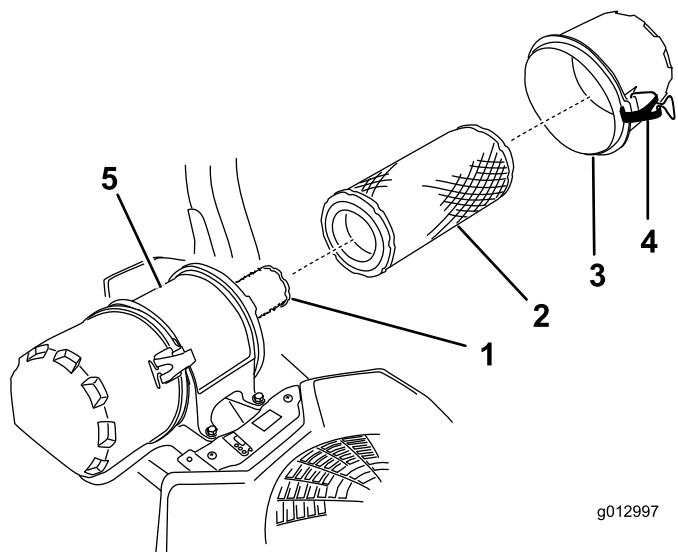

Figura 63
6. Abra los cierres del limpiador de aire y tire de la tapa de la entrada de aire para separarla del cuerpo del limpiador de aire (Figura 63).
8. Extraiga con cuidado el filtro primario de la carcasa del limpiador de aire (Figura 63).
2. Si va a cambiar el filtro de seguridad, deslícelo cuidadosamente en el cuerpo del filtro (Figura 63).
3. Deslice cuidadosamente el filtro primario por encima del filtro de seguridad (Figura 63).
4. Instale la tapa del limpiador de aire y fije los cierres (Figura 63).